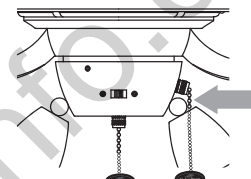

Fig. 1
1. La cadena de encendido, etiquetada VELOCIDAD, tiene cuatro posiciones para controlar la velocidad del ventilador. Jálela una vez para la velocidad ALTA, dos veces para la velocidad MEDIA, tres veces para la velocidad BAJA y cuatro veces para APAGAR el ventilador. [Fig. 1]